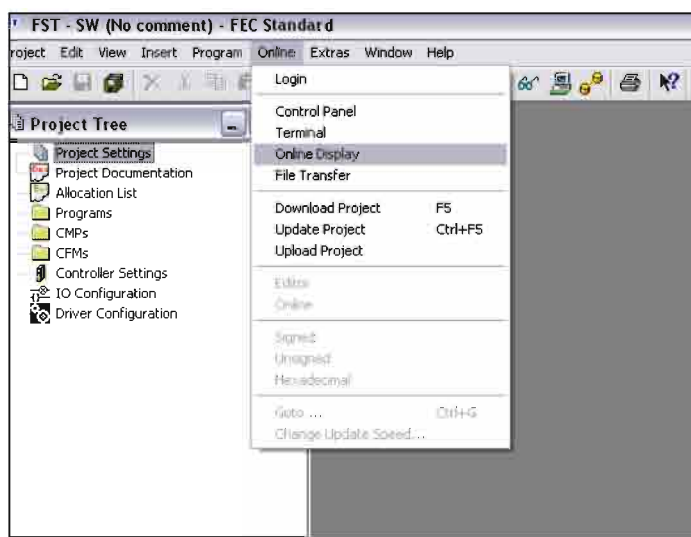

Рис.4.12. Выбор пункта меню наблюдения за переменными
- Статически - через пункт меню **Online** → **Online Display** на вкладке **Timer** (рис. 4.12).